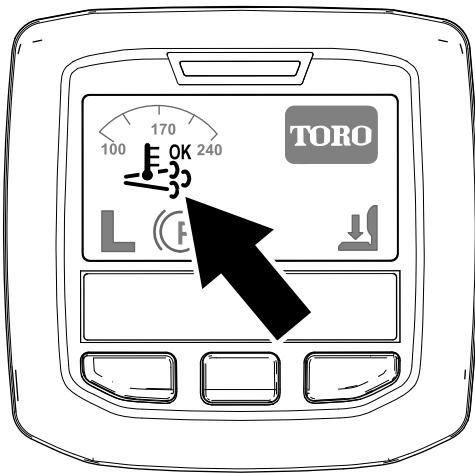

Figura 44
- Nell'InfoCenter viene visualizzata l'icona di rigenerazione assistita/ripristino (Figura 44).